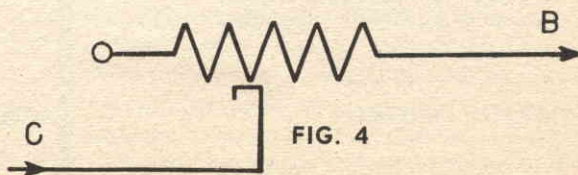

FIG. 4
bia precedente. Una maniglia (facoltativa) fatta con un pezzo di barra di 4 mm. e due chiodi ad occhiello, verrà fissata sulla parte superiore. Quattro piedi di gomma saranno fissati sotto la base. Per terminare questa gabbietta non resta che da eseguire la grata. Essa è formata da due traverse di mm. 10 x 10 di sezione e di 250 mm. di lunghezza le quali riceveranno le sbarre di filo ramato da 1,5 mm. di diametro. Nella traversa inferiore praticate i relativi fori a 10 mm. l'uno dall'altro lasciando al centro uno spazio non forato di 10 cm.. Ripetete l'operazione per la traversa superiore e al centro entro lo spazio di 10 centimetri praticate 8 buchi di 2 millimetri di diametro; nei buchi le sbarre della porta dovranno scivolare facilmente (fig. 4). Prima di montare la grata si preparerà la
porta che è costituita da un pezzo di traversa di mm. 10 x 10 e di 11 cm. di lunghezza, forata da 10 buchi; i 2 buchi esterni saranno di 2 mm. (fig. 4); buchi nei quali passeranno le due sbarre esterne dell'apertura che servono da guida per la porta. La grata viene allora montata nella maniera classica (fig. 2). Come per la gabbia precedente, i bastoni sono del tipo a base.
Successivamente, sulla basetta, alle estremità inferiori della resistenza, verranno avvitate due viti di fermo, A e B sporgenti, tali da delimitare la corsa del contatto strisciante. La seconda di esse, la B, andrà collegata col capo estremo della resistenza, realizzando in pratica il resistore schematizzato in fig. 4; la vite A, invece, rimarrà libera.
3) Con la sega per livellare, tagliate il listello secondo la linea inclinata (fig. 4).